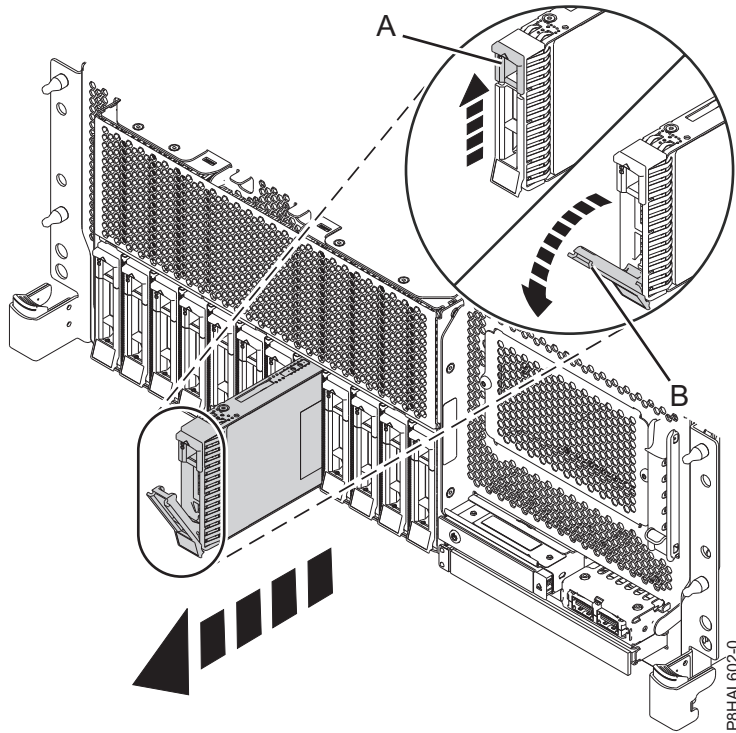

Figure 73. Retrait d'une unité de disque d'un système à fonction de base monté en armoire
3. Lorsque le voyant d'identification s'allume et reste fixe, déverrouillez la poignée de la baie d'unité **(B)** en appuyant dessus **(A)** et en la tirant vers vous. Voir : figure 73, à la page 81, figure 74, à la page 81, figure 75, à la page 82 et figure 76, à la page 83. Si la poignée n'est pas complètement sortie, vous ne pouvez pas retirer l'unité SSD du système.